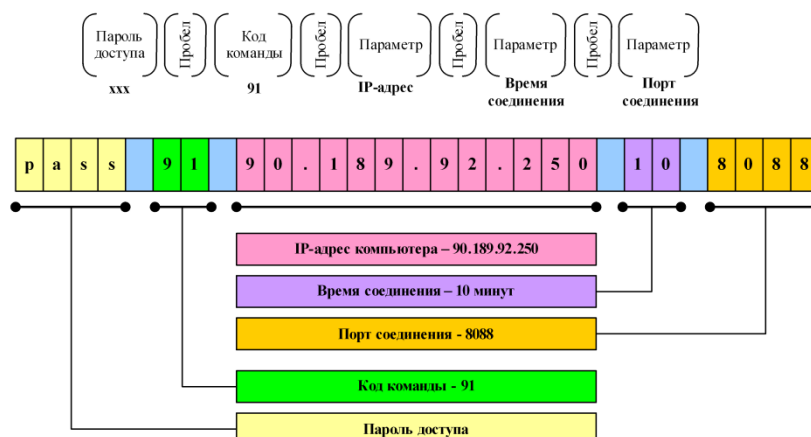

Рис. 5.15. Формат SMS-команды для установки GPRS-соединения с контроллером
2. Отправьте контроллеру SMS-команду в формате, представленном на рис. 5.15. Пароль доступа не требуется, если используется авторизация по номеру телефона. В качестве IP-адреса необходимо указать IP-адрес компьютера, на котором установлена программа *Web-конфигуратор Приват 1.2*. Указываемый TCP/IP-порт должен быть открыт для подключения (не заблокирован межсетевым экраном, антивирусным ПО и т. д.).